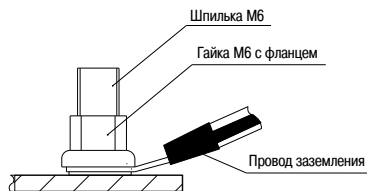

Рисунок 15 – Монтаж заземления к шпилькам
4.7.3 По завершении подготовки шкафа к эксплуатации произведите монтаж контура заземления. Для крепления проводов к шпилькам заземления используйте гайки М6 (с фланцем) (рисунок 15).